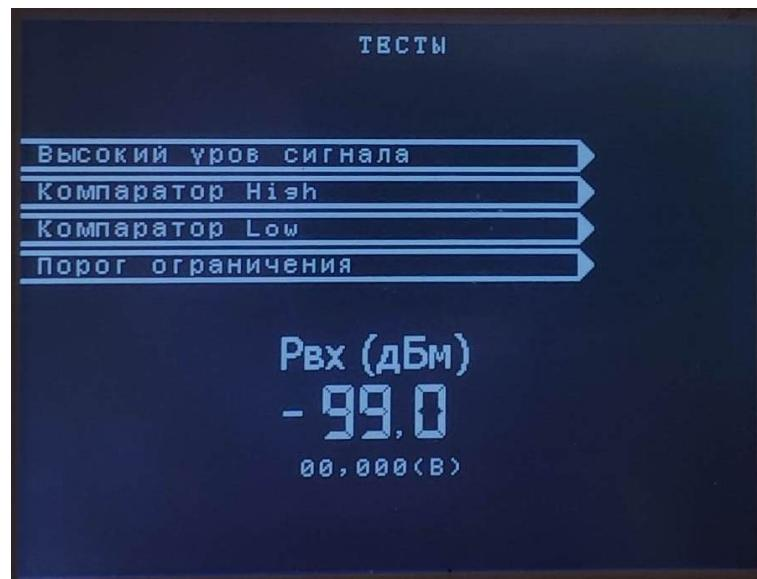

Рисунок 22 – Подраздел «Компараторы»
3.5. «Компараторы» - подраздел предназначен для проверки срабатываний компараторов. При снижении уровня сигнала на входе, ниже установленного порога срабатывания, за- свечивается соответствующий сектор на дисплее (см. рисунок 22). , Дополнительно производится вывод текущего уровня сигнала на выходе ЛФ.